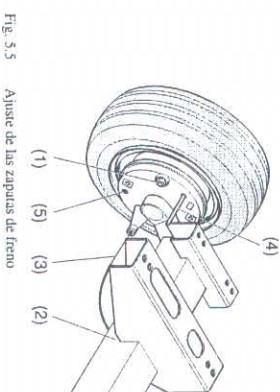

Fig. 5.5 Ajuste de las zapatas de freno
Levante y apoye el compresor. Asegúrese de que todos los frenos estén quitados, (freno de sobrevelocidad y palanca del freno de mano). Los cables de los frenos deben estar libres de tensión. Bloquee las levas pivoteantes del freno de la rueda desde el exterior por medio de un pasador de $\varnothing$ 4 mm (4) a través del orificio que se muestra en la Fig. 5.5. Gire el perno de ajuste (1) hacia la derecha con una llave hasta que la rueda se bloquee. Centre las zapatas de freno accionando varias veces el freno de estacionamiento.
Extraiga el pasador de bloqueo (Fig. 5.5, 4). Elimine la holgura entre los cables de freno.